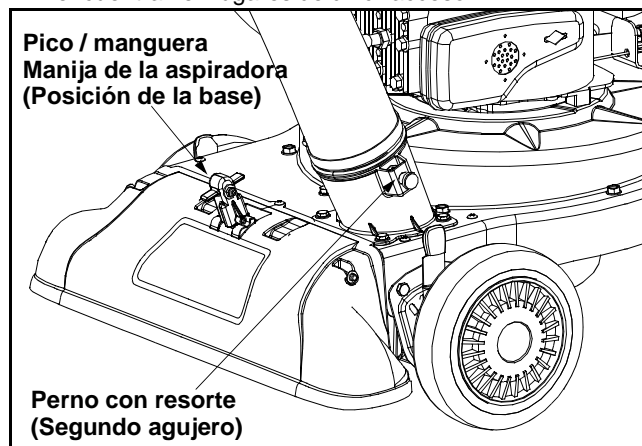

Figura 9
- Coloque la manija del pico / manguera de la aspiradora en la posición de la base del pico para volver a dirigir la aspiración al montaje de la manguera. Ver Figura 9.